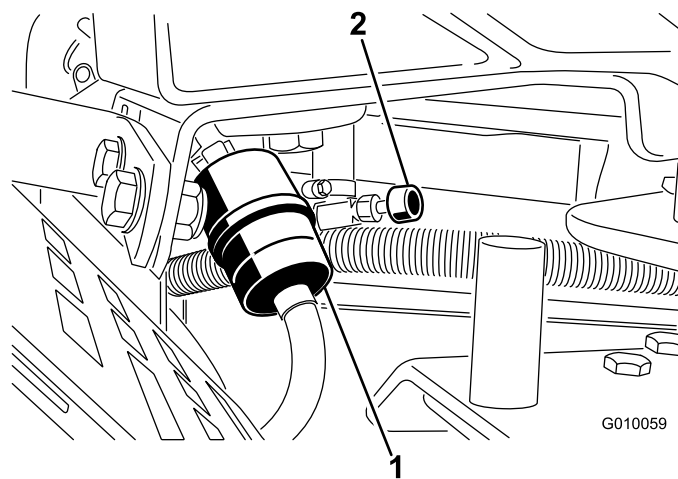

Figura 49
2. Închideți ventilul de închidere combustibil (Figura 49).
3. Strângeți capetele clemelor de furtun împreună și glisați-le în afara filtrului (Figura 49).
5. Montați un filtru nou și deplasați clemele de furtun aproape de filtru (Figura 49).
7. Deschideți ventilul de închidere combustibil (Figura 49).
3. Slăbii clema furtunului de la filtrul de combustibil și glisai-o în sus pe conducta de combustibil, departe de filtrul de combustibil (Figura 49).
4. Trageți conducta de combustibil de pe filtrul de combustibil (Figura 49). Deschideți ventilul de închidere combustibil și lăsați combustibilul să se scurgă din rezervor într-o canistră de combustibil sau o tavă de golire.
5. Montați conducta de combustibil la filtrul de combustibil. Glisai clema pentru furtun până aproape de filtrul de combustibil pentru a fixa conducta de combustibil (Figura 49).